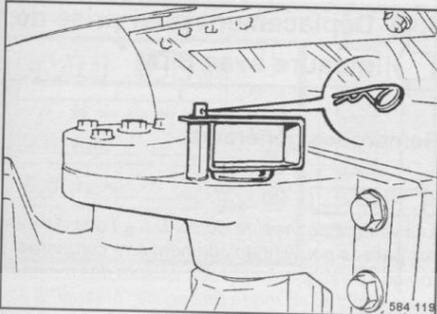

fig. 114
- Enclencher la sécurité d'articulation puis l'assurer avec l'agrafe (fig. 114).